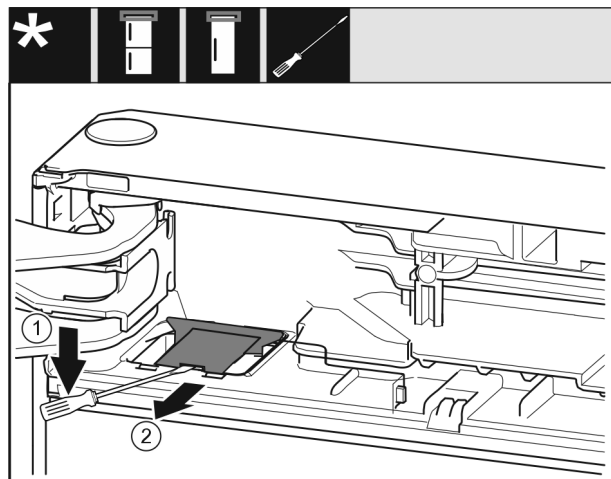

Fig. 10
- ▶ Odvijačem s ravnom glavom podignite poklopac Fig. 10 (1).
- ▶ Izvadite poklopac Fig. 10 (2).